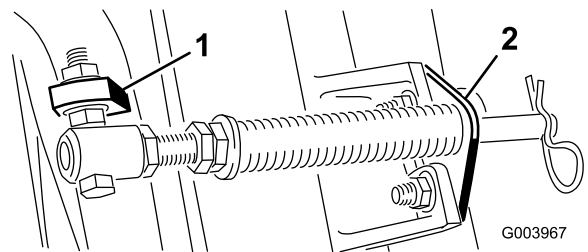
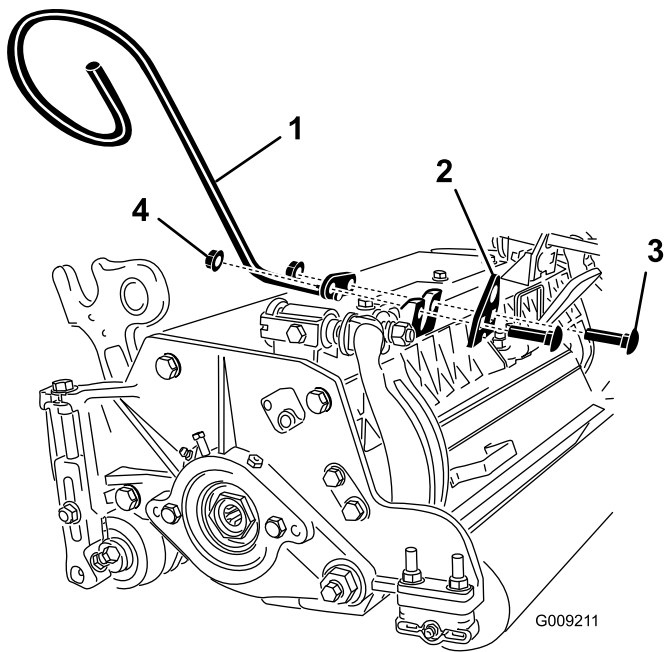

Figure 6
Figure 8
D. Montez le support de tige sur les pattes du plateau de coupe à l'aide des boulons de carrosserie et des écrous (Figure 6). De plus, sur le plateau de coupe N° 4 (avant gauche), montez le guide de flexible gauche devant les pattes du plateau quand vous remontez le support de tige (Figure 8).
C. Montez le boulon du tube de ressort sur la patte opposée du bâti porteur et fixez-le en position avec l'écrou à embase. La tête du boulon doit être à l'extérieur de la patte, comme illustré à la Figure 6.